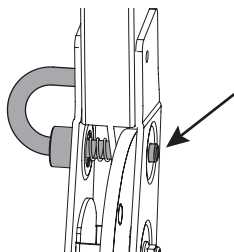

Figura 6
**NOTA:** vea el ejemplo del ROPS colocado correctamente Figura 6.